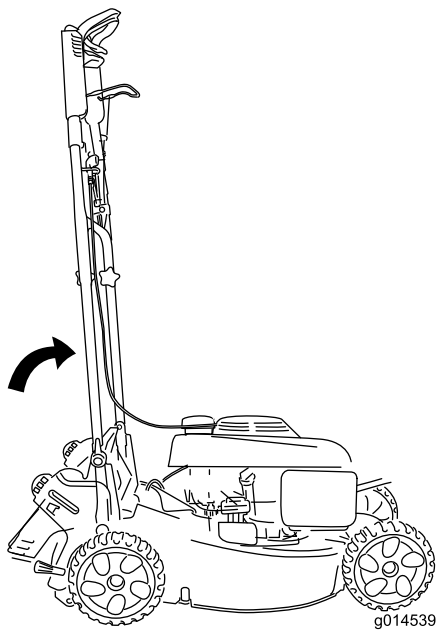

Bild 30
- Um die Maschine platzsparend aufzubewahren, lassen Sie den Bügel in senkrechter Position (Bild 30) und verriegeln Sie die Bügelarretierungen.